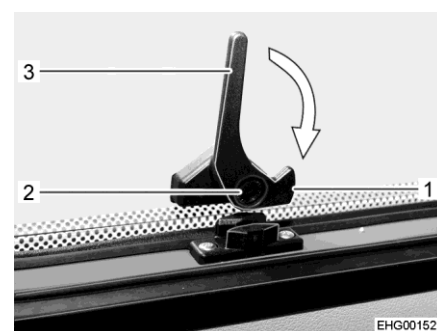

Fig. 39 Levier de verrouillage, bas, (position "Ouvvert")
- Appuyer sur le bouton de sécurité (Fig. 39,2) sur le levier de verrouillage du bas (Fig. 39,3) et le maintenir enfoncé.
- Tourner le levier de verrouillage du bas (Fig. 39,3) d'un quart de tour en direction du cadre de la fenêtre jusqu'à ce que le tenon de verrouillage (Fig. 39,1) s'enclenche.